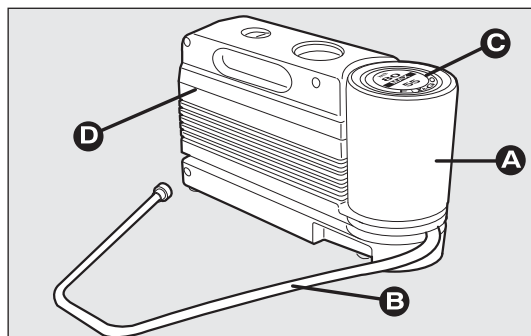

рис. 131
- ❑ с помощью ключа из комплекта инструментов до конца затяните болты крестообразно в порядке, показанном на рис. 131;
Комплект – рис. 131 включает:
- компрессором D – рис. 131 в комплекте с манометром и штуцерами;